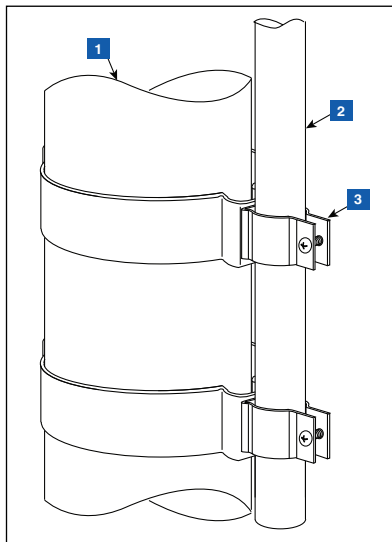

Figura 14. Fijación del conducto de 12,7 mm a las abrazaderas de 12,7 mm del tubo ascendente
2. Fije el conducto de 12,7 mm (1/2") a las abrazaderas metálicas de 12,7 mm (1/2") como se muestra en la Figura 14 y apriételo. Los pernos de las abrazaderas están integrados en ellas y no necesitan tuercas de retención.
LEYENDA PARA LOS CUADROS NUMERADOS DE LA Figura 14